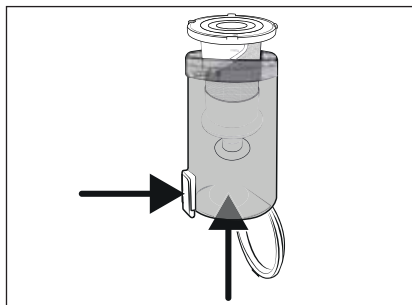

Fig. 20
- 3) Retire o filtro de aço inoxidável **6** do reservatório de pó **7**, pressionando o botão de desbloqueio da tampa do reservatório de pó **8**. Retire o filtro de aço inoxidável **6** para fora do reservatório de pó **7** (ver fig. 20).